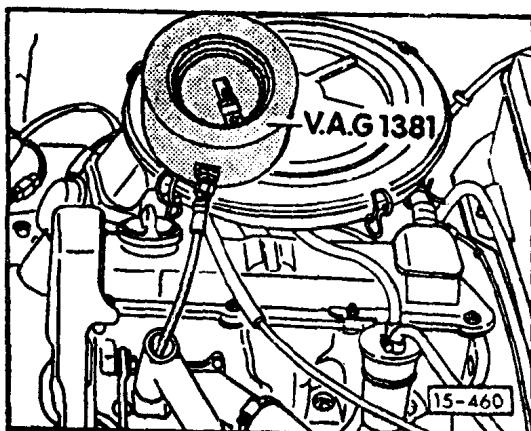

图11
•按图11所示，使用专用记录仪或压力表逐个测量气缸压力，上海桑塔纳轿车发动机的标准气缸压力为：